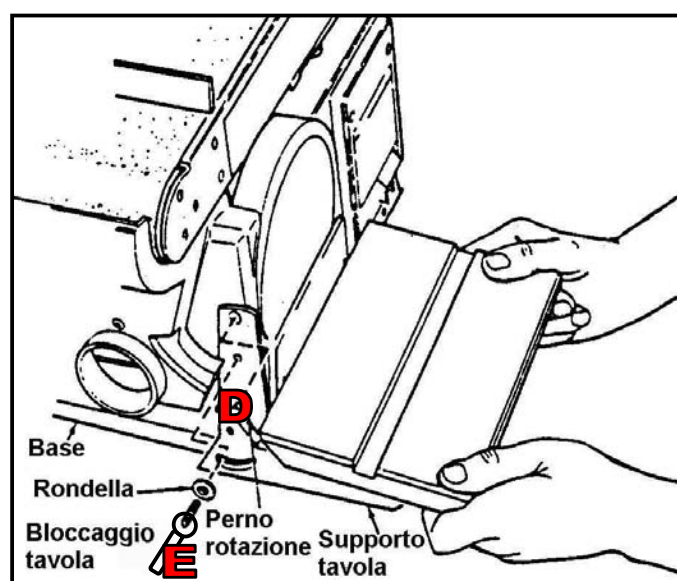

Figura 10 – Montaggio della tavola di lavoro sulla macchina Art. 0505.
3. Girate la tavola in modo che il supporto e le relative viti di fissaggio siano rivolti verso il basso, quindi posizionate la tavola in modo tale che il perno (D) presente nel supporto sia allineato con il foro presente sul corpo macchina, come mostrato in figura 10.
4. Inserite la leva di bloccaggio (E) della tavola, con la relativa rondella, nella sede scanalata per la rotazione della tavola, dopodichè avvitate la leva nel foro filettato presente sul corpo macchina.
1. Rimuovete la tavola da lavoro, svitando la leva di fissaggio (E) posta a sinistra della tavola stessa (figura 10). Allentando la leva, la tavola può essere sfilata e rimossa dalla macchina.